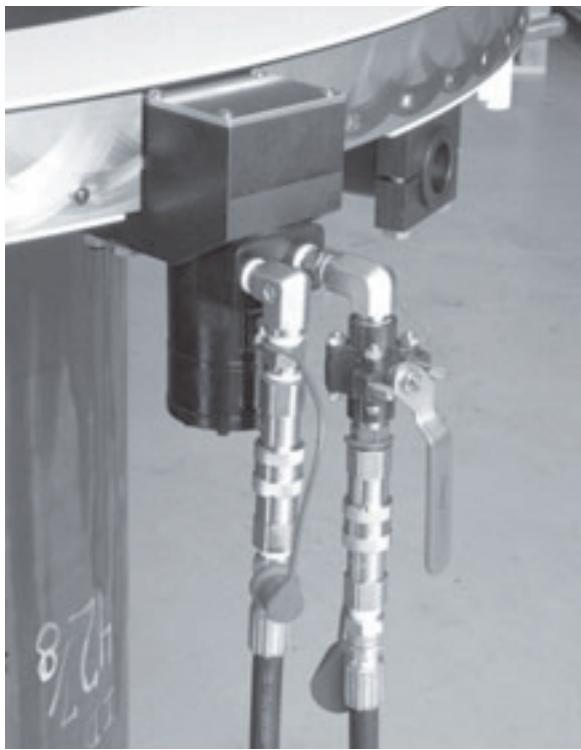

Рис. 5-14. Установите гидравлический двигатель на монтажном участке рамы.
- 4.** Установите корпус ведущей шестерни без плотной фиксации, см. Рис. 5-14. В случае использования нескольких приводов, на данном этапе следует соединить только один из двигателей.